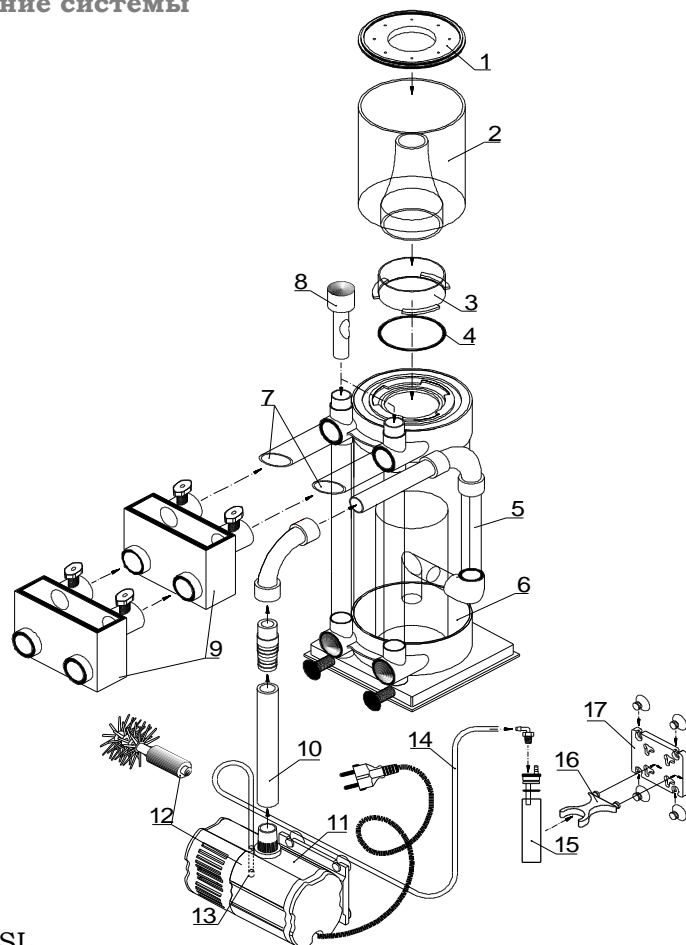
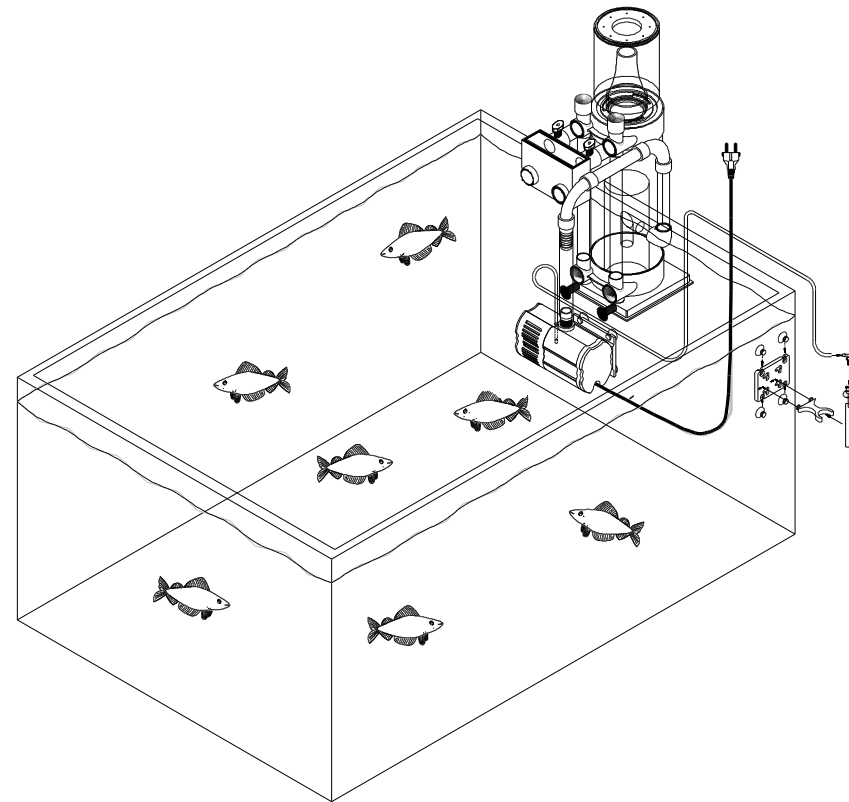
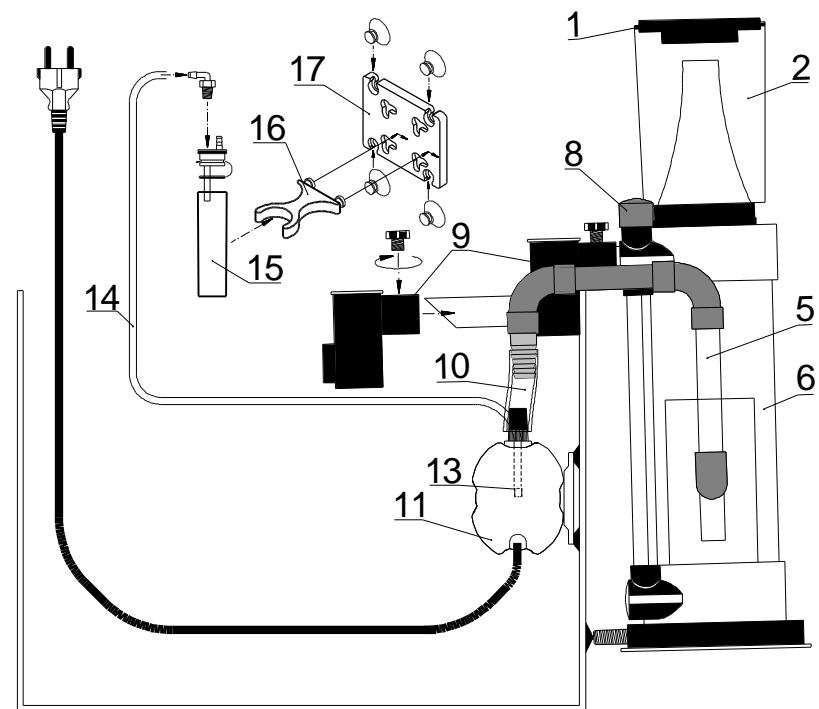

Рис.1 Схема
Рис. 3 Закрепление Turboflotor multi SL снаружи на аквариуме
Рис. 4 Схема установки Turboflotor multi SL, наклон сепаратора 2%
Элементы конструкции (рис.1)
1. Как аквариумный сепаратор, снаружи на одной из стенок аквариума (рис. 3 и рис. 4)
При способе закрепления, изображенном на рис. 3, действуйте следующим образом. Соберите сепаратор как показано на рис. 1. После этого закрепить сепаратор очень просто. Для него нужно выбрать хорошо доступное, но и скрытое, место – например, на задней или одной из боковых стенок. Помпа (11) соединяется с трубами (10), при этом шланг должен быть максимально коротким, потому как в этом случае помпа будет находиться непосредственно под уровнем воды. Закреплять насос на стекле нет необходимости, он может просто висеть на шланге. Чем глубже находится насос, тем меньше он подает воздуха и больше воды в сепаратор. Это ведет к образованию очень мокрой пены в сепараторе.
На рис. 4 показан вариант установки сепаратора рядом с контейнером фильтра. Turboflotor multi SL можно устанавливать как внутри, так и снаружи контейнера.